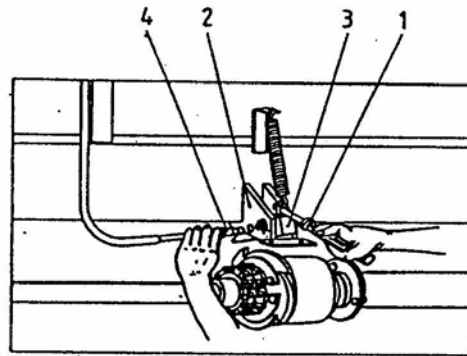

Abb. 17. Antriebs-Notschalter – Abstimmung der Klinke
9. Die Funktion des Antriebs-Notschalters prüfen. Beim ausgeschalteten Schalter den Seil 1 (Abb. 15) heftig ziehen. Der Bolzen 4 (Abb. 15) sollte sich aus den Rahmenplatten 2 rücken und die Klinke 3 auf das Klinkenrad 1 fallen. Anschließend die Klinke mittels dem Schrauber 1 (Abb. 17) heben und den Bolzen in die Plattenöffnungen 2 bis zum Widerstand schieben, anschließend die Klinke lösen, damit sie sich auf den Bolzen stützt.